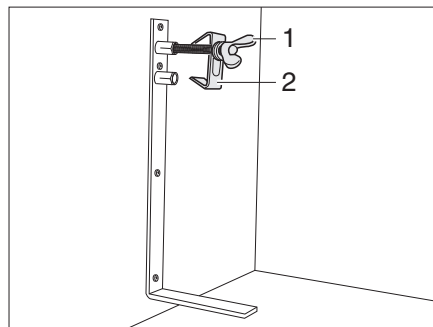

Fig. 182 Etrier de roue de secours
- Desserrer la vis (Fig. 182,1) et l'enlever avec le centrage (Fig. 182,2).